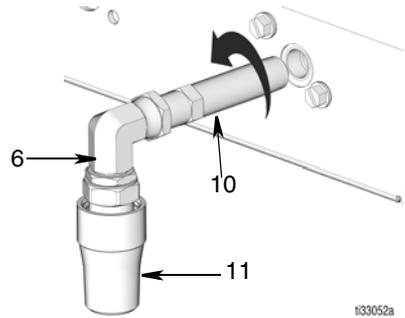

ABB. 21
- Nippeladaptereinheit (10, 6 und 11) vom Verteiler (1) abschrauben.
HINWEIS: Nippeladapter (10), Winkelstück (6) und Schwenkdüse (11) müssen nicht ausgebaut werden. Diese Teile können als Einheit vom Verteiler abgebaut werden (ABB. 21).